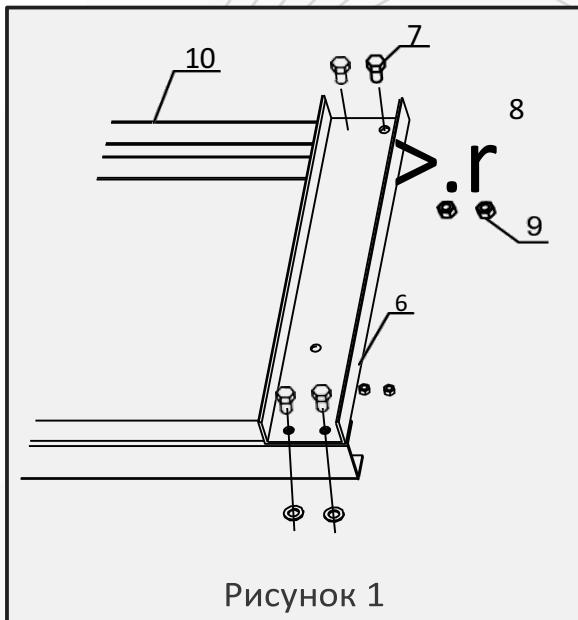

Рисунок 1
- Положите стойки рамы (10) на устойчивую, плоскую и ровную поверхность. Совместите отверстия на верхней балке (6) с отверстиями в верхней части стоек рамы (10) и закрепите их на месте с помощью болтов (7), шайб (8) и гайками (9). См. рис. 1.